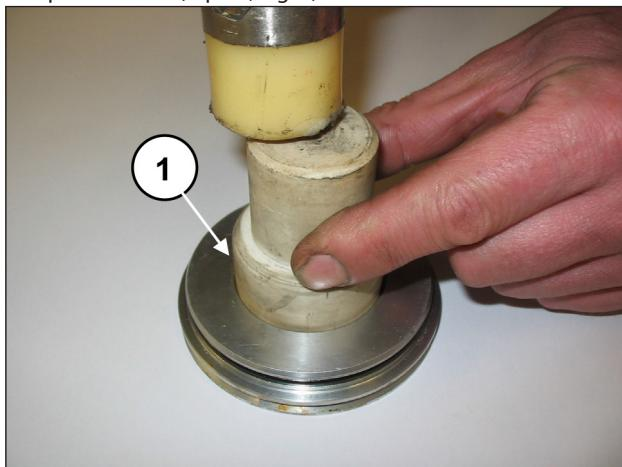

Fig. 5
Extraire le joint d'étanchéité radial (rep. ①, Fig. 5) et le joint torique extérieur (rep. ①, Fig. 6).